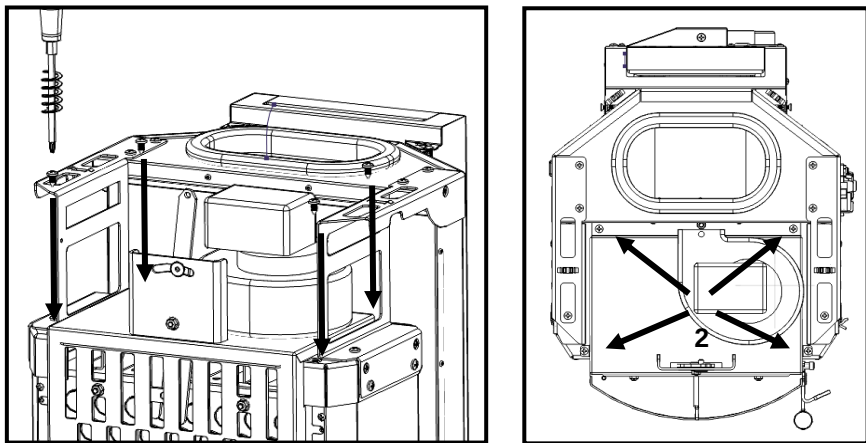

Figura 110 – Fijación del ventilador al equipo
e) Atornille el conjunto de la Figura 110 en la face superior de la cámara de combustión usando 4 tornillos **A** (DIN 7981 5,5x13) en los orificios preparados (2).